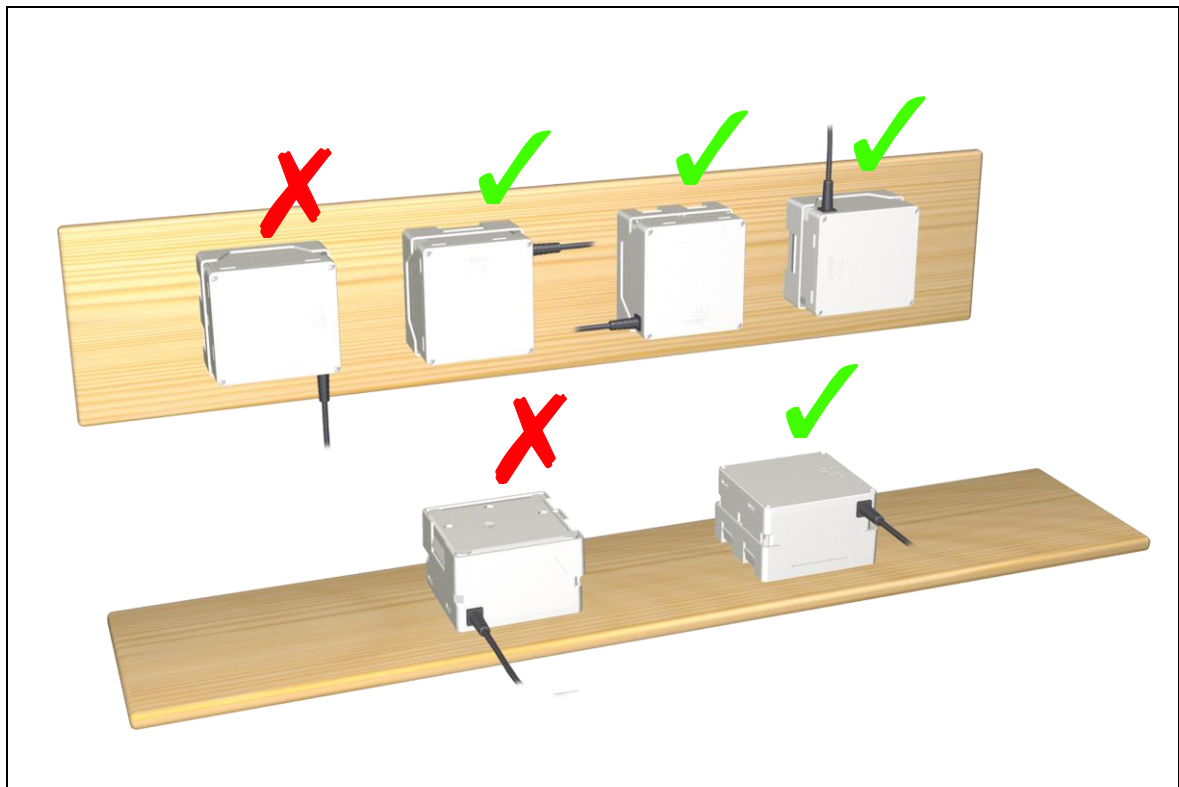

Abbildung 11 Erlaubte und verbotene Ladepositionen des AG7 / AG9
Beachten Sie bei der Montage des AG7 / AG9 folgende Hinweise: • Laden Sie den AG7 / AG9 vor der ersten Benutzung vollständig über mindestens 24 Stunden auf. Die eingebauten Akkus entfalten erst nach 5 bis 10 Lade- und Entladezyklen ihre volle Kapazität. • Beim Laden dürfen die Belüftungsschlitze des AG7 / AG9 nicht abgedeckt werden. • Montieren Sie den AG7 / AG9 so, dass der AG7 / AG9 nicht auf der Oberseite liegt und die Anschlussleitung nicht nach unten zeigt. Nur dann darf der AG7 / AG9 geladen werden, siehe die erlaubten Ladepositionen in Abbildung 11). • Für eine optimale Lebensdauer des AG7 / AG9 sollte der AG7 / AG9 nach dem Ladevorgang etwa 1 Std vor der Benutzung ruhen.
- Laden Sie den AG7 / AG9 nur in einer erlaubten Ladeposition (siehe Abbildung 11).
- Beim Ladevorgang darf der AG7 / AG9 **nicht** auf der Oberseite liegen und die Anschlussleitung darf nicht nach unten zeigen (siehe Abbildung 11).